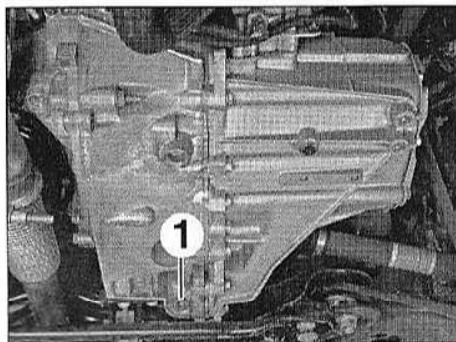

FIG.2
- le bouchon de vidange (1) (Fig.2).